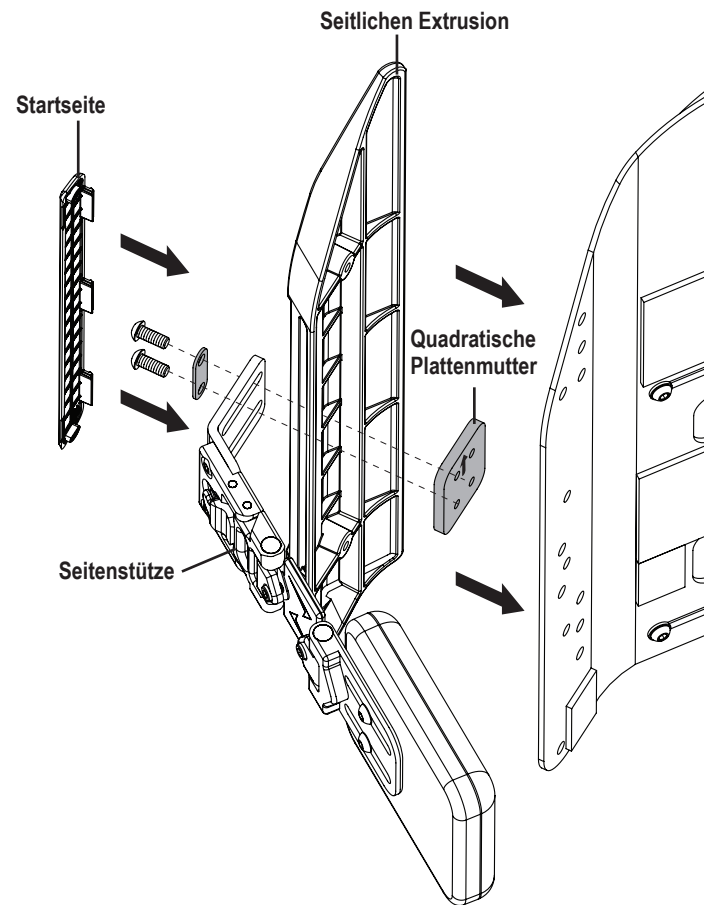

Abbildung 15. Seitenteile
3. Installieren Sie die seitliche Stütze in der seitlichen Extrusion. **Siehe Abbildung 15.**
4. Setzen Sie den Abstandhalter und die zwei (2) Schrauben durch die seitliche Halterung und die Vierkant-Deckenmutter. Nicht ganz festziehen.
1. Lösen Sie die zwei (2) Bolzen im seitlichen Profil.
2. Schieben Sie die Seitenstütze in die gewünschte Position (hinsichtlich der Höhe und der Breite verstellbar). **Siehe Abbildung 15.**